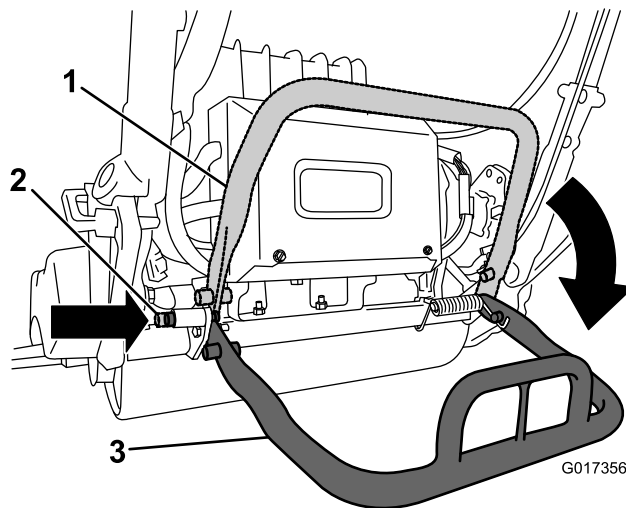

图4
2. 放下支撑架并推入锁定销、将支撑架锁定在维修位置（图4）。